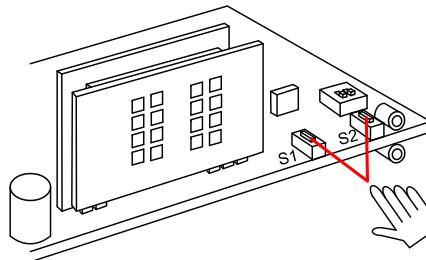

Figure 5
1. Éteindre et rallumer le radar.**2. Appuyer brièvement sur le bouton S1 ou S2 situé sur la carte à l'intérieur du radar (*Fig.5*).**